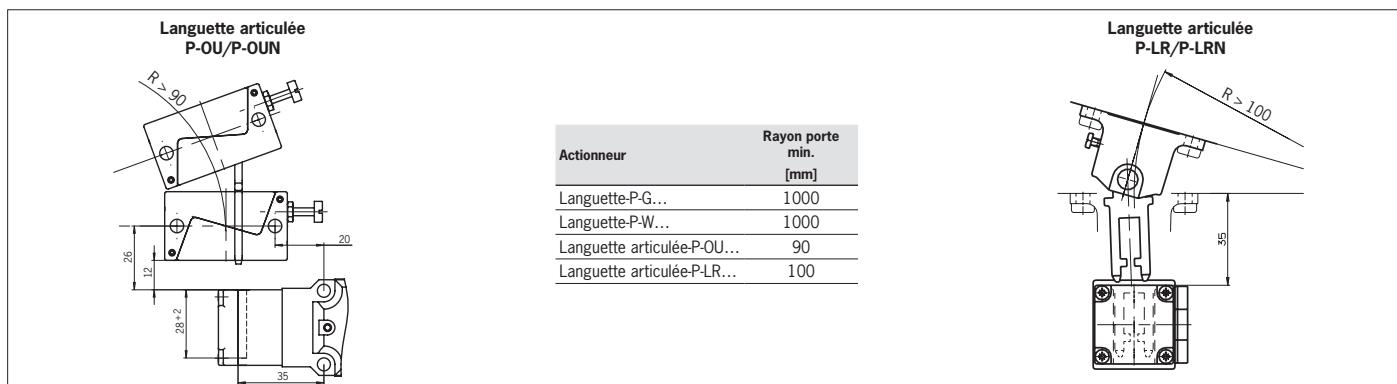

Fig. 6 : Rayons de porte minimum
- ▶ Tenga también en cuenta el radio de puerta y las posibilidades de fijación (consulte la Fig. 6).